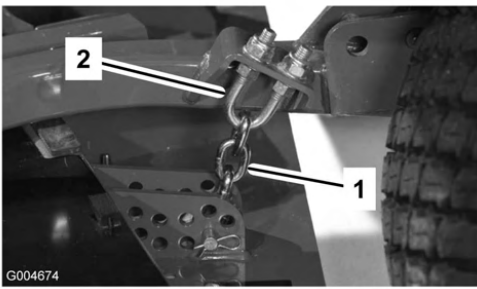

Figura 85
1. Allentate i controdadi sulla parte superiore o inferiore del bullone a U della catena dell'altezza di taglio (Figura 85).